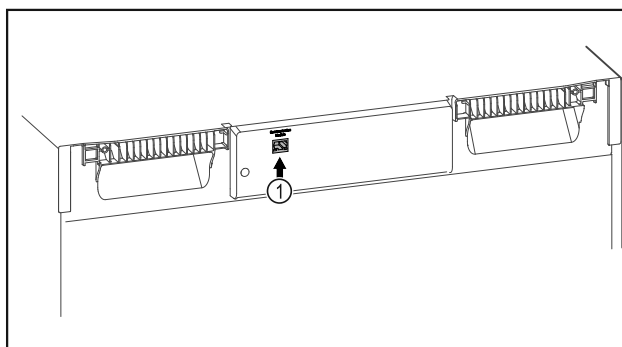

Fig. 112
- SmartModule Fig. 112 (1) inserito.